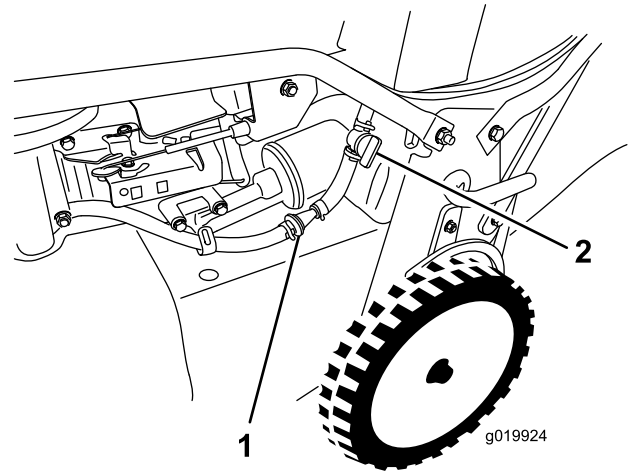

Bild 33
3. Schließen Sie den Kraftstoffhahn (Bild 33).
4. Lösen Sie die Schlauchklemmen um den Kraftstofffilter (Bild 33), um ihn von der Kraftstoffleitung zu entfernen.